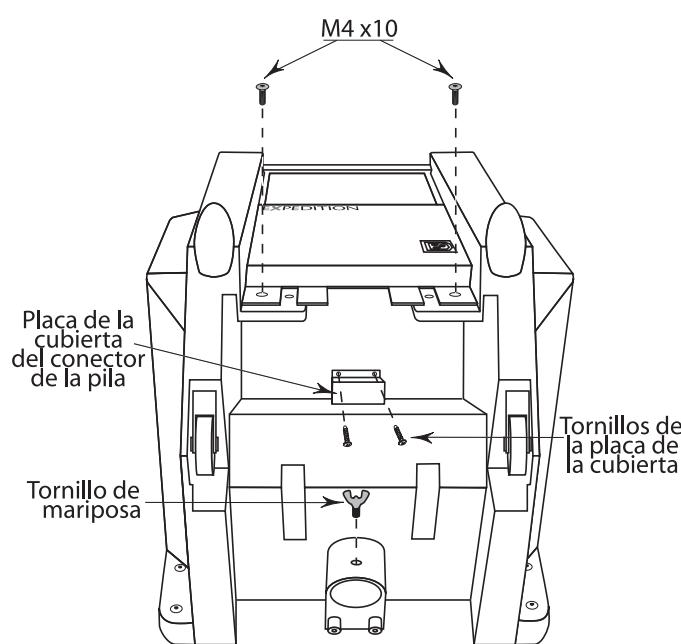

figura 1
- 1 Póngase detrás de la caja del Expedition, y ponga la caja boca abajo sobre una superficie blanda para no rayar la rejilla frontal. (figura 1)